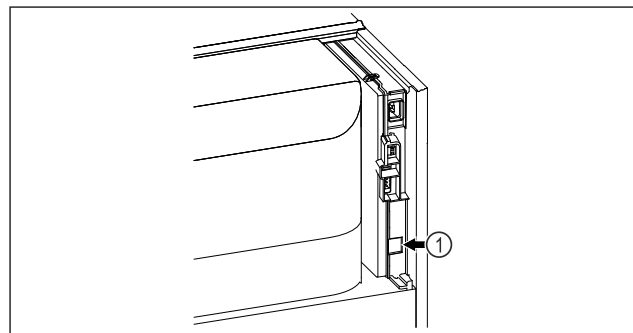

Fig. 167
- SmartModule Fig. 167 (1) este instalat.